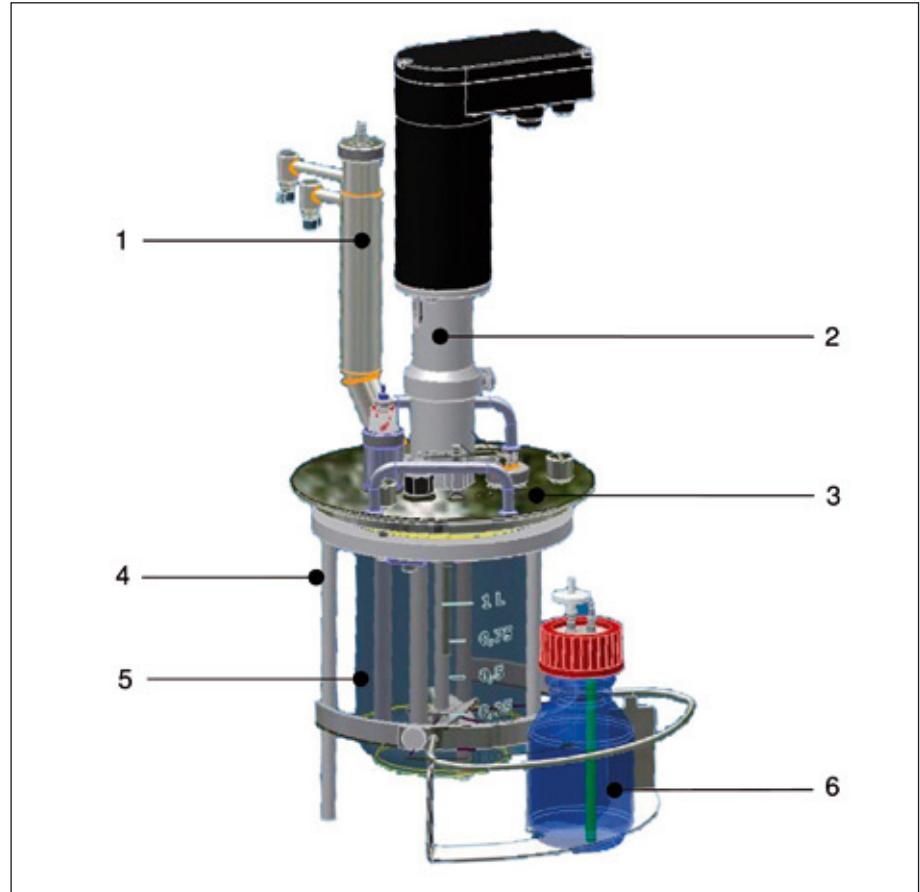

Fig. 3-11: Elementi funzionali di UniVessel® 1 l (in vetro)
- 5 Recipiente in vetro, controllo della temperatura mediante parete doppia o fascia di riscaldamento e barra di raffreddamento (fig. 3-11: parete singola per l'uso con fascia di riscaldamento e barra di raffreddamento)